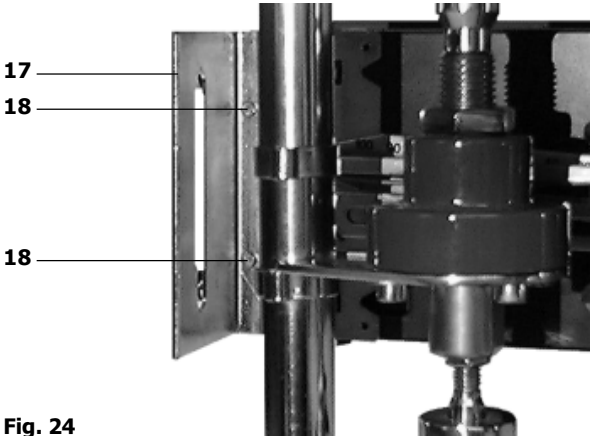

Fig. 24
5.1.13 Coloque o prato de protecção (**17**) na parte posterior da câmara do posicionador SP2 e fixe com os dois parafusos ranhurados M3 (**18**) (ver Fig. 24).